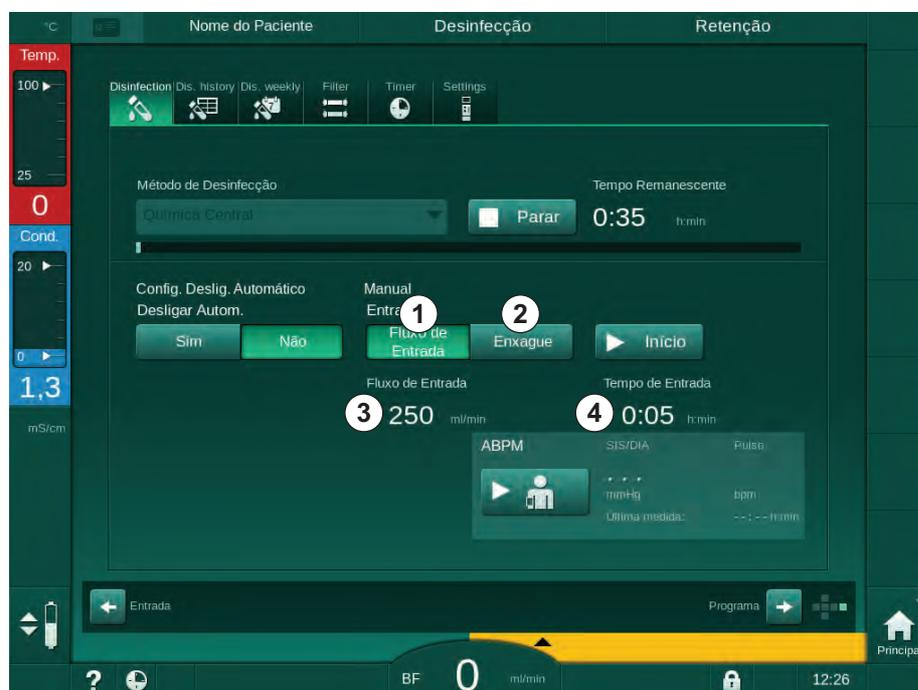

Fig. 7-11 Desinfecção química manual central
Na primeira parte deste método de desinfecção, o desinfetante é tirado do fornecimento de água central e bombeado pelo equipamento de diálise (Fig. 7-11, ①). O fluxo de entrada ③ e o tempo de entrada ④ são pré-definidos no modo *Configurações do Usuário*. O fornecimento de entrada é parado após o fim do tempo pré-definido.